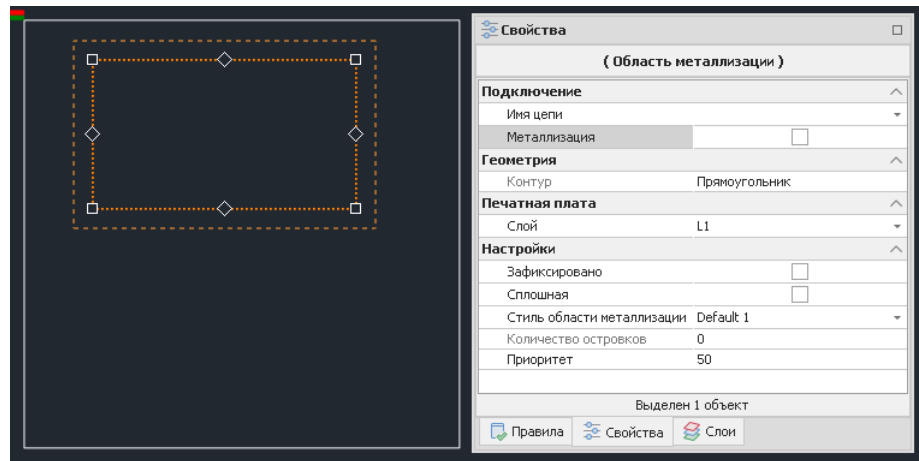

Рис. 383 Область металлизации с контуром прямоугольник и свойства области металлизации
7. По завершению построения области металлизации в окне «Свойства» отображаются текущие параметры области металлизации, см. Рис. 383.